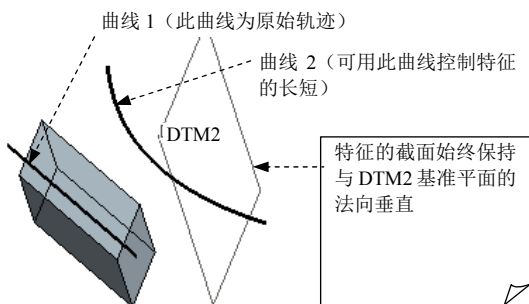

图 8.9.7 恒定的法向
在图 8.9.7 中，特征截面的法向在扫描过程中是恒定的，该特征的创建过程如下：
(1) 选择控制类型。在操控板中单击 **参考** 按钮，在 **截面控制** 列表框中选择 **恒定法向**。
(2) 选择方向参考。在如图 8.9.7 所示的模型中选择 DTM2 基准平面。